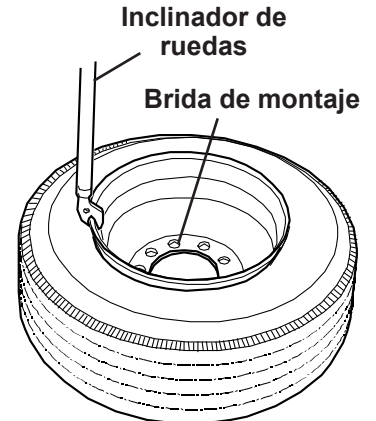

Figura 1
2. Con la brida de montaje de la llanta contra el piso, enganche el inclinador de ruedas con el émbolo de la rueda, como se muestra en la Figura 1.